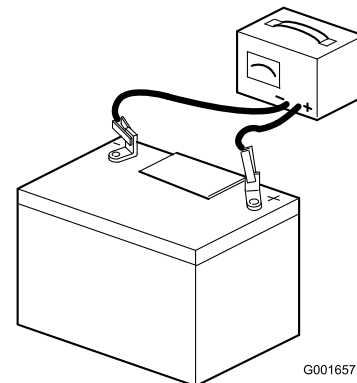

Figura 39
2. Conecte un cargador de batería de 3 a 4 amperios a los bornes de la batería (Figura 39). Cargue la batería a un ritmo de 3 a 4 amperios durante 4–8 horas.